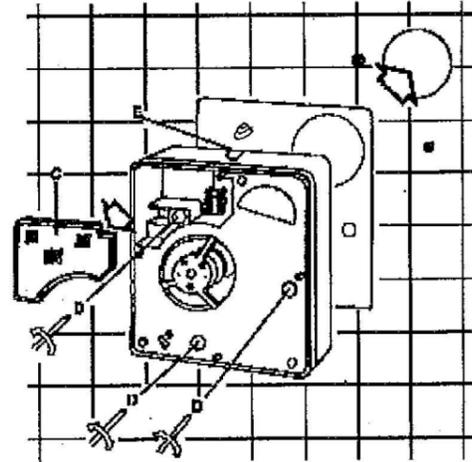

Fig. 4
3. Entfernen Sie den Deckel C zum Schutz der elektrischen Verkabelung vom Motorhalter (fig. 4).
4. Bringen Sie die Anti-Vibrationsdichtung an der Basis des Entlüfters an und befestigen Sie den Entlüfter mit den vormontierten Schrauben D an der Mauer (fig.4).
3. Demonteer het deksel C van de beschermer van de elektrische bedrading van de motorkast. (fig. 4).
4. Plaats de schokdempende pakkingen aan de basis van de aspirator en bevestig de aspirator aan de muur door middel van de vóórgemonteerde bouten D. (fig. 4).
3. Fjern el-beskyttelsesdækslet C fra ventilatorhuset (fig. 4).
4. Placér den vibrationsdæmpende pakning i bunden af ventilatoren og skru ventilatoren fast til væg med de formonterede skruer D (fig. 4).